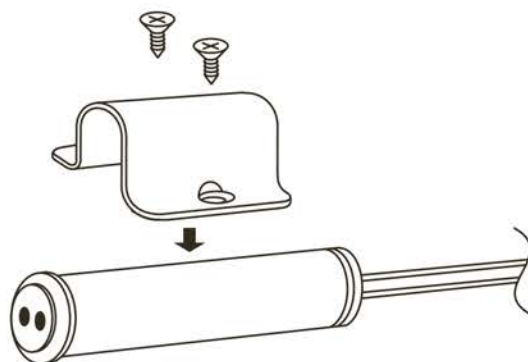

Рис. 1. Крепление датчика.
3.2. Закрепите датчик в месте установки, руководствуясь схемой крепления (рис. 1).